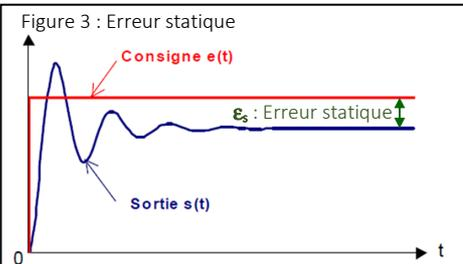

Figure 3 : Erreur statique
**2. L'erreur statique (figure 3)**
### 3- BOUCLE FERMEE (FIGURES 3 ET 4)
Pour remédier au problème de la boucle ouverte et contrôler parfaitement la grandeur de sortie, on ferme la boucle (figures 3 et 4). Cela signifie qu'on mesure la grandeur de sortie grâce à un capteur et on la compare à la consigne. En fonction du signe et de l'importance de la différence entre consigne et mesure, on agit plus ou moins fortement sur le bloc de commande.